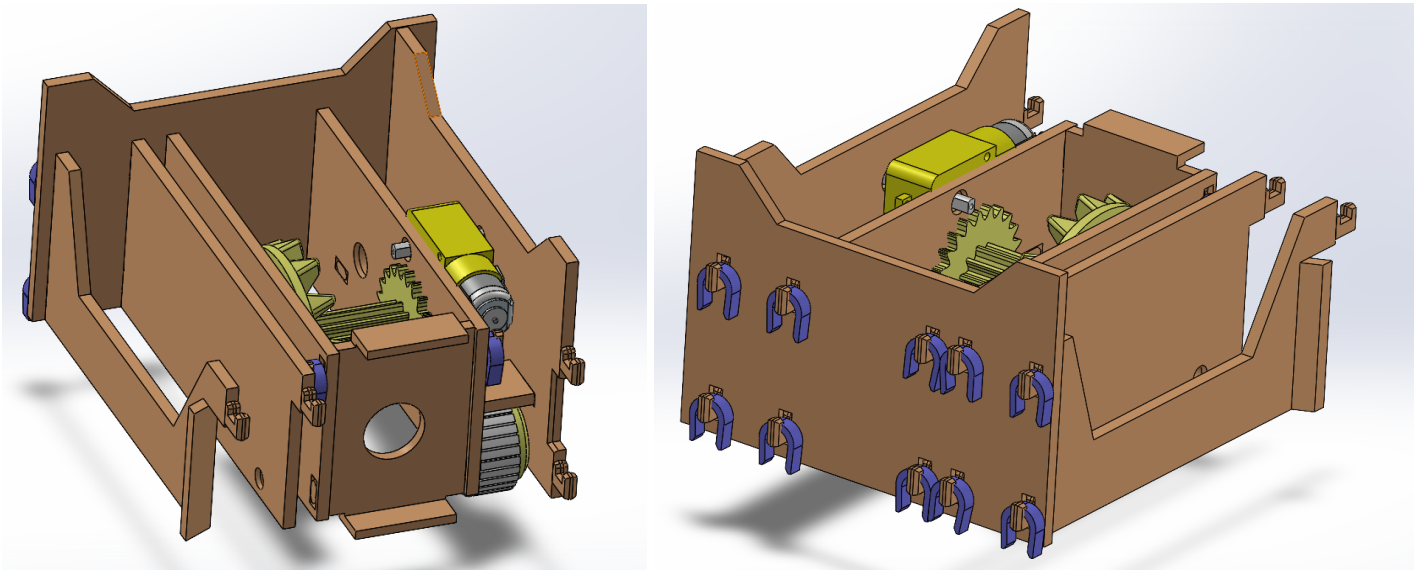

FIGURE 7
ÉTAPE 7 : Dans cette étape, nous prenons les murs numérotés 12 et 13, nous les faisons passer à travers le mur arrière numéroté 2 qui est installé dans l'ÉTAPE 6 comme on peut le voir dans la figure 7, puis nous les fixons avec les mêmes broches pourpres fines.